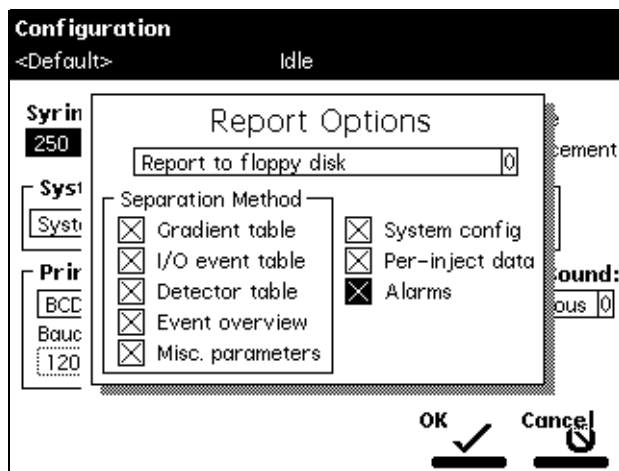

图 3-8 报告选项对话框
1. 按 **Reports**（报告）屏幕键显示 Report Options（报告选项）对话框（图 3-8）。